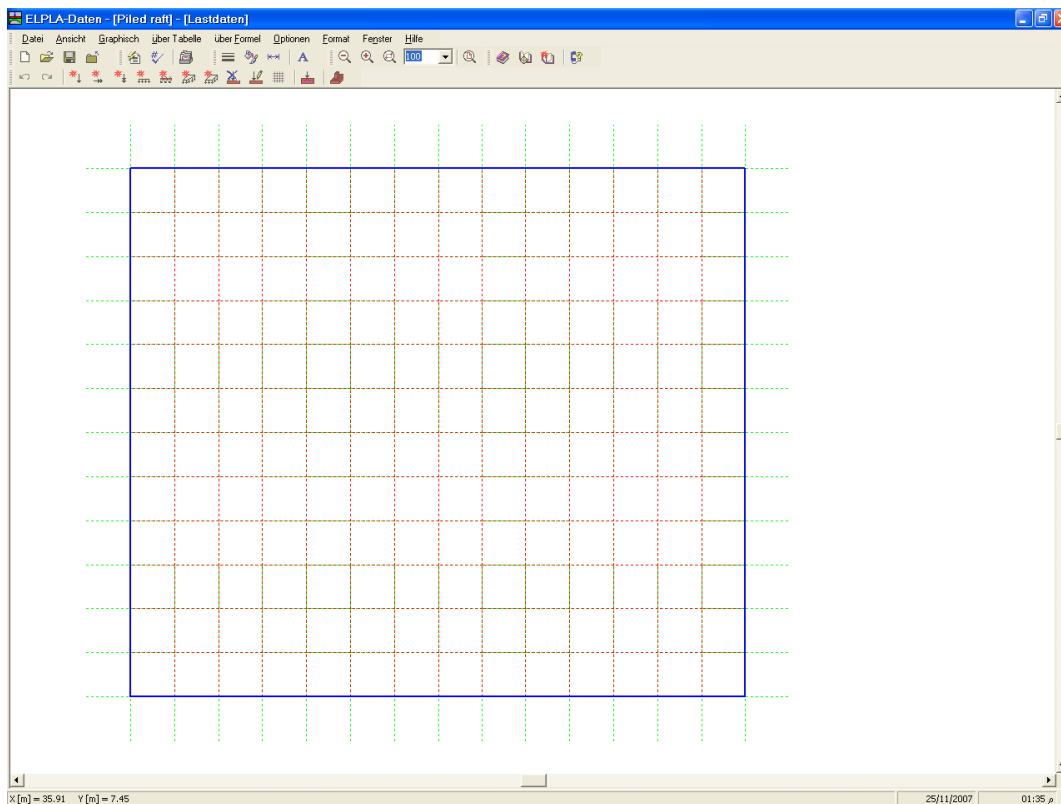
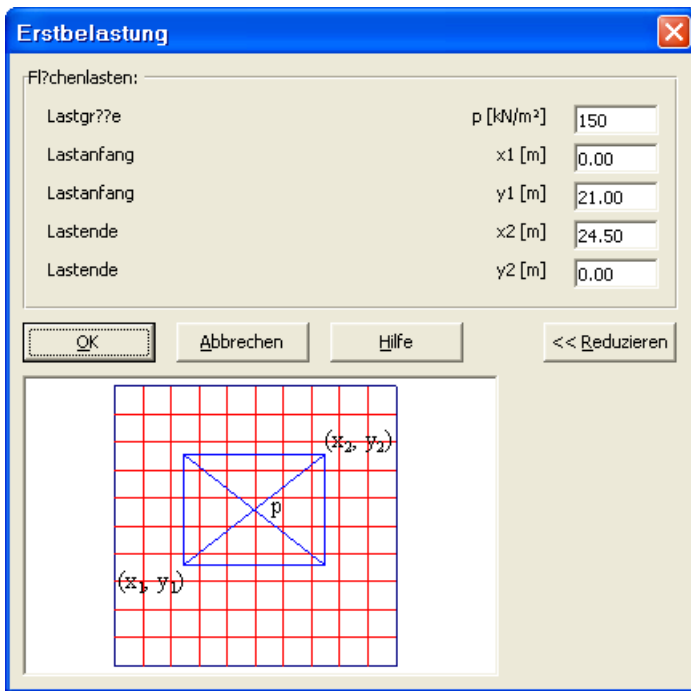

Bild 12-28 Eingebettetes Programm "Lastdaten"
Bild 12-29 Dialogfeld "Belastung"
Um die Lastdaten zu definieren, wählen Sie "Lastdaten" aus dem "Daten"-Menü des *ELPLA-Daten*-Fensters. Das folgende eingebettete Programm im Bild 12-28 erscheint.
- Wählen Sie "Flächenlasten" aus dem Menü "graphisch" im Bild 12-28. Wenn der Befehl "Flächenlasten" gewählt wird, ändert sich der Cursor vom Pfeil zum Kreuz. Dann kann die Flächenlast mit Halten der linken Maustaste unten am Anfangspunkt der Flächenlast definiert werden. Eine Box zur Definition der Flächenlast erscheint. Nach Freigabe der linken Maustaste erscheint das Dialogfeld (Bild 12-29) mit Lastgröße und Koordinaten